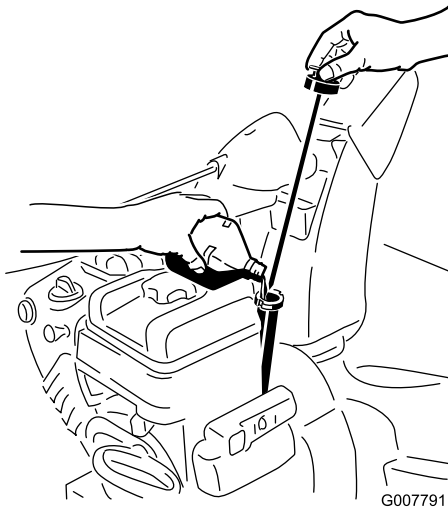

Figure 41
2. Sortez de nouveau la jauge et contrôlez le niveau d'huile (Figure 41). Faites l'appoint si le niveau est en dessous du repère "Add" sur la jauge (voir Plein d'huile du carter moteur).